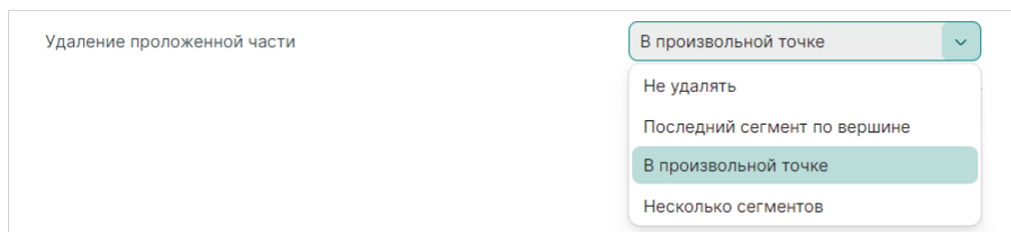

Рис. 117 Удаление проложенной части
- «Удаление проложенной части» – настройка используется инструментом размещения трека. При движении курсора мыши по зафиксированной части трека будет удаляться часть трека в соответствии с выбранным значением, см. Рис. 117.